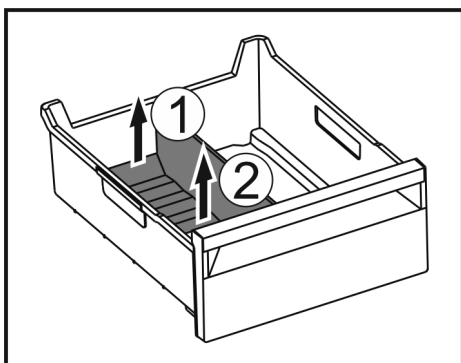

Fig. 114
- ▶ Podignite stražnji dio pregrade ladice za led. Fig. 114 (1)
- ▶ Izvadite pregradu ladice za led prema gore. Fig. 114 (2)